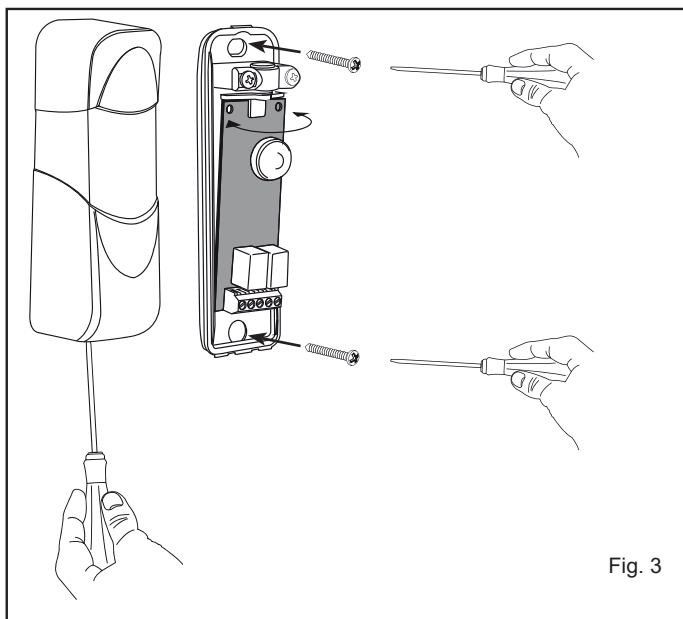

Fig. 3
- 1) Introduzca un destornillador de punta plana en la ranura situada en el lado inferior de la tapa (Fig. 3).
- 2) Sujete el fondo de la fotocélula a la pared, después de colocar unos tacos, e intente conseguir la mejor alineación (Fig. 3).
- 1) Einen Schlitzschraubendreher in den Schlitz in der Unterseite des Deckels stecken (Abb. 3).
- 2) Den Boden der Fotozelle mit Dübeln an der Wand befestigen, dabei auf die bestmögliche Ausrichtung achten (Abb. 3).